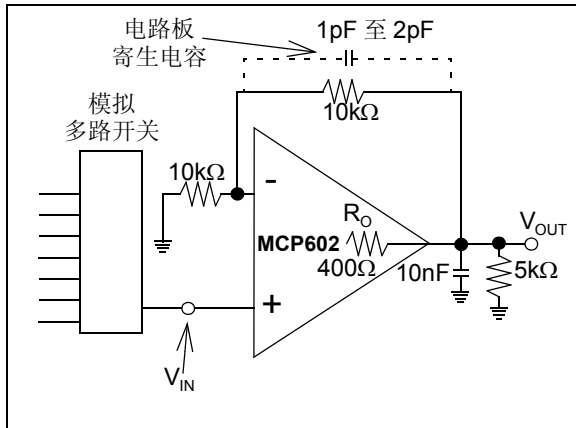
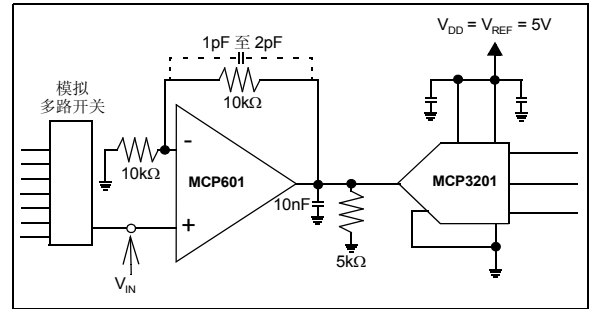
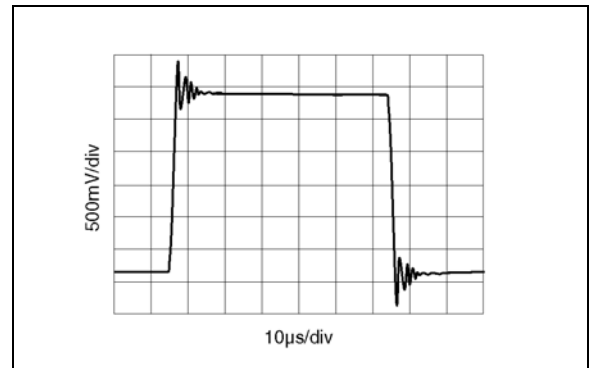

图 16: 由于低的闭环增益和高容性负载，此运放配置可能不稳定。
图 23: 图 16 所示的驱动器配置被用于此多路开关电路中。驱动电路并不会使系统不稳定，但是在运放电路稳定到最终值期间，A/D 转换器的转换会被延迟。
图 24: 闭环系统中运放的相移在阶跃响应中反映为超调 (15%) 和振铃
单位增益稳定运放可能变成不稳定的例子如图 16 所示。开环输出阻抗为 400Ω。使用上述的 R_P 和 R_X 公式：
应用挑战 —— t_s 引起的误差在运放的共模输入为满量程阶跃信号时最明显。此时，运放输出会以满压摆率 (SR) 上升，然后稳定为其最终值 (t_s)。例如，图 16 所示的电路被集成进图 23 所示的电路中。尽管系统的信号是缓慢变化的，但多路开关也能为大器提供阶跃信号。此运放系统的阶跃响应如图 24 所示。